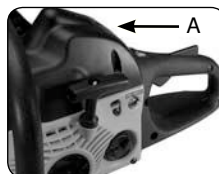

Рис. 15A
1. Снимите крышку (A), отвинтив винты, которые ее закрепляют. Крышка поднимется (Рис. 15A).